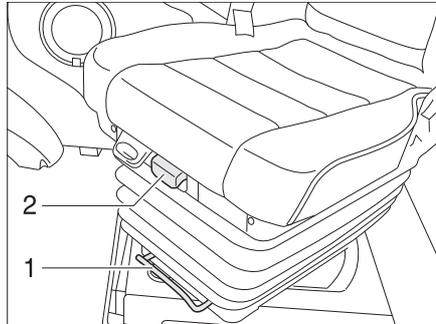

Bild 16 Bedienelemente vor dem Sitz
- Bügel (Bild 16,1) nach oben ziehen.
- Griff (Bild 16,2) nach oben ziehen.